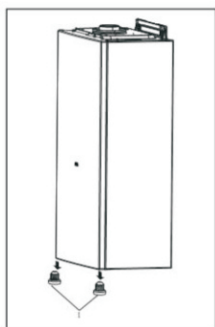

Рис. 16
- отвинтить 2 болта в нижней части панели управления (поз.1 рис. 16);